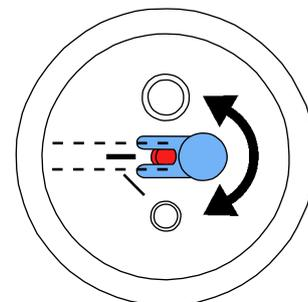

Fig. 13
- Pour les silos de 25 - 70 µm, la buse de dosage doit être alignée (Fig. 13) !